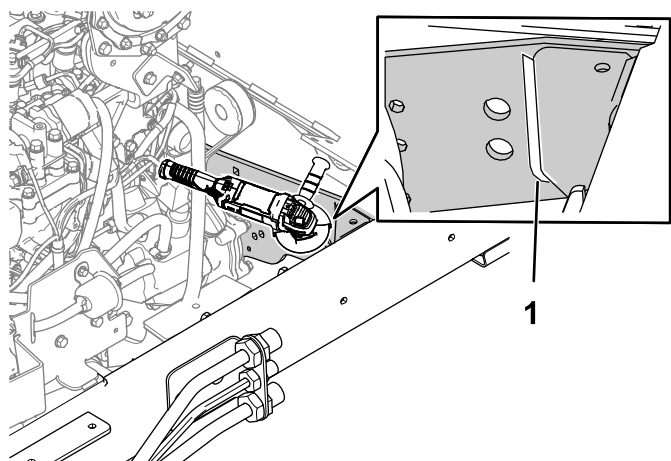

Figure 8
1. Meulez la soudure entre le support d'essieu et le support d'angle, comme montré à la Figure 8. Répétez la procédure de l'autre côté.